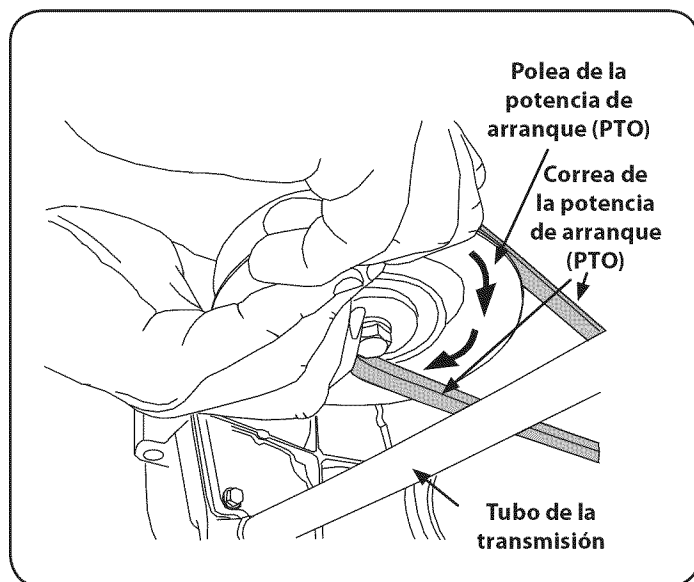

Figura 38
- Mientras mantiene el cinturón hacia abajo, seguir girando la polea de la toma de fuerza hasta que la correa se salió de la polea. Refiérase a la Figura 38.